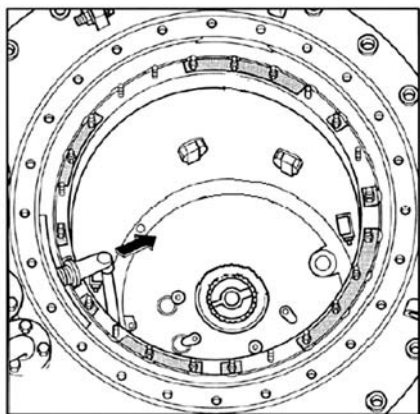

图 17
(5)取下吸油管, 从里面拉出插入头部法兰的连接弯管(图 17), 注意不要损坏弯管上的 O 形密封圈。